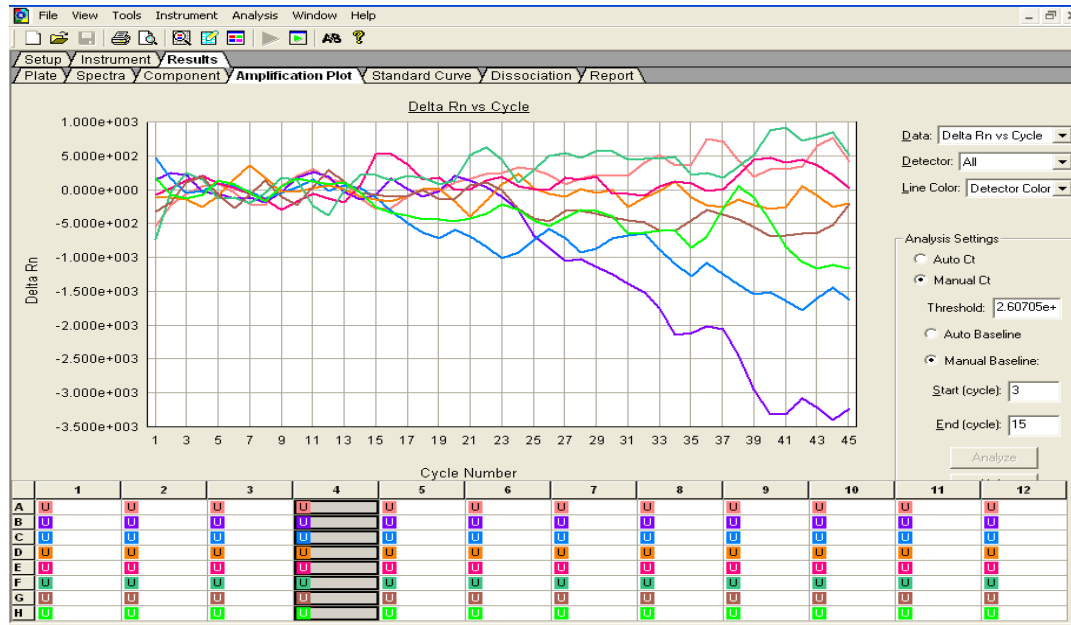

Figura 26.- Muestra con resultado **No Adecuado**.
- p) **Muestra No Adecuada.** En este caso, no se observa ninguna curva de **amplificación**, como se muestra en la Figura 26. El resultado emitido será de la siguiente manera: **NA** (No adecuada).